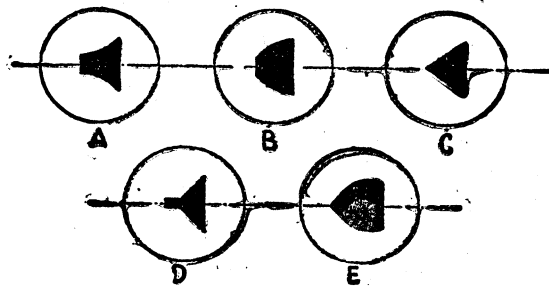

Figure 8
re : polarisation excessive (fig. 8 A).
d) Modulation non linéaire : excitation M.F. insuffisante de l'étage modulé (fig. 8 B).
e) Modulation correcte à 100 % (fig. 8 C).
f) Surmodulation fig. 8 D).
g) Insuffisance très nette de l'excitation H.F. (fig. 8 E).